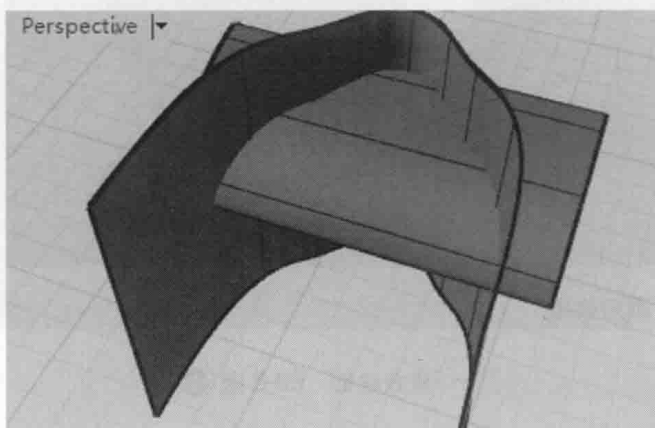

图 5-98 挤出成面
(4) 如图 5-98 所示,利用【直线挤出】按钮 ,将两条曲线分别挤出形成曲面,注意生成的两个曲面要完全